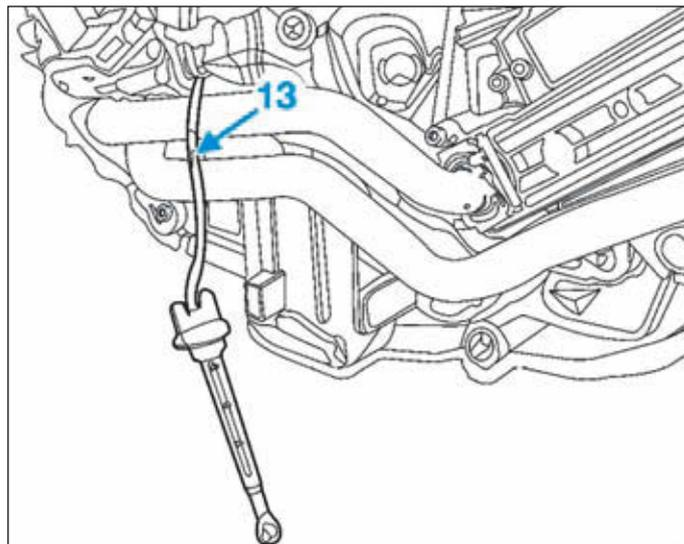

FIG.62
- Couper le faisceau (13) de la sonde pour la déposer (Fig.62).